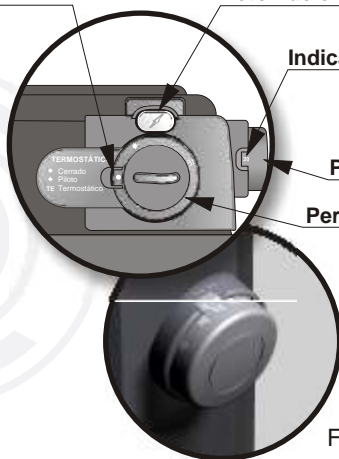

Fig. 29
Con la **Perilla de Comando TE** (fig. 29), ubicada en la parte superior derecha del calefactor, se realizan las operaciones básicas para el manejo del calefactor, por ejemplo, para el Apagado Total, para el Encendido del Piloto y para poner en Termostato (TE).
Con la Perilla de Regulación en Grados (fig. 29), ubicada en el lateral derecho del calefactor, se elige la temperatura deseada para el ambiente.
Instrucciones de encendido (fig. 29)
- Presione a fondo la **Perilla de Comando TE** (fig.29) en la posición ● (Cerrado) y gírela hasta que el símbolo ★ (Piloto) quede alineado con el indicador de posición (fig. 29).
- Presione a fondo la **Perilla de Comando TE** y, manteniéndola oprimida, pulse el Botón del Encendido (fig. 29).
- Observe por el Visor Superior (fig. 29) del gabinete para verificar si el piloto ha encendido. Si no lo ha hecho, repita esta operación hasta lograrlo.
- Presione a fondo la **Perilla de Comando TE** (fig.29) en la posición ● (Cerrado) y gírela hasta que el símbolo (Piloto) quede alineado con el indicador de posición (fig. 29).
- Presione a fondo la **Perilla de Comando TE** y, manteniéndola oprimida, pulse el **Botón del Encendido** (fig. 29).
- Observe por el **Visor Superior** (fig. 29) del gabinete para verificar si el piloto ha encendido. Si no lo ha hecho, repita esta operación hasta lograrlo.
Para colocar la **Perilla de Regulación en Grados** (fig. 29) en la temperatura elegida, es conveniente, primero girarla hasta la posición de temperatura máxima (36 °C) y, a continuación, retroceder hasta la posición de la temperatura deseada.